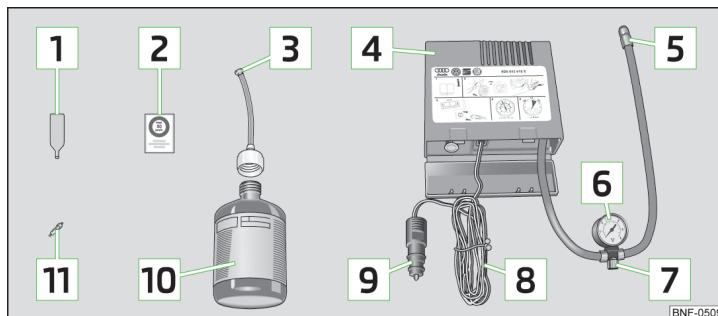

Fig. 115 Havarisættets dele
Sættets dele » Fig. 115
- Klæb den pågældende mærkat **2** » **Fig. 115 på side 124** på instrumentpanelet i førerens synsfelt.
- Ryst flasken med dæktætningsmiddel **10** » **Fig. 115 på side 124** nogle gange kraftigt frem og tilbage.
- Skru luftkompressorens påfyldningsslange **5** » **Fig. 115 på side 124** fast på dækventilen.